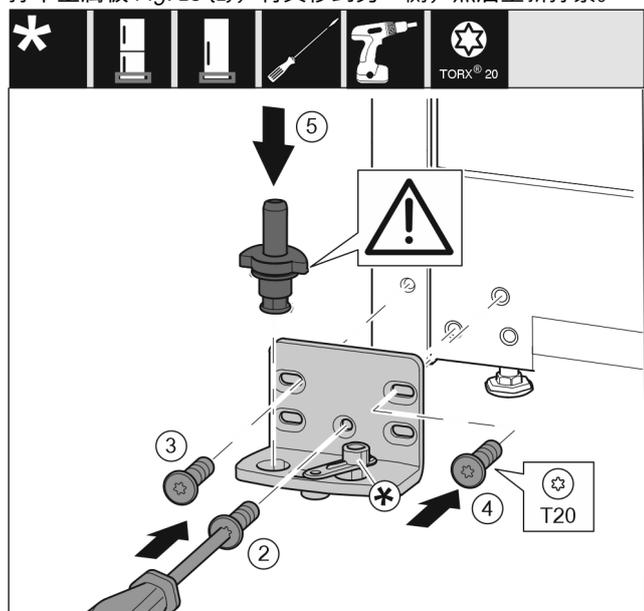

Fig. 16
- ▶ 将托架安装到另一侧，并借助螺丝刀旋紧。用螺钉 Fig. 16 (2) 从底部的中心开始。
- ▶ 拧紧螺钉 Fig. 16 (3) 和螺钉 Fig. 16 (4)。
- ▶ 将轴承螺栓 Fig. 16 (5) 完全装入。同时注意止动凸轮需指向后方。